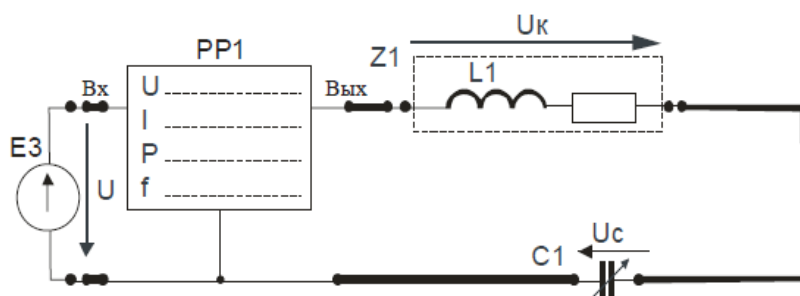

Рисунок 15 - Электрическая цепь с последовательным соединением элементов
1. Собрать электрическую цепь с последовательным соединением элементов (рис. 15) и предъявить её для проверки преподавателю.